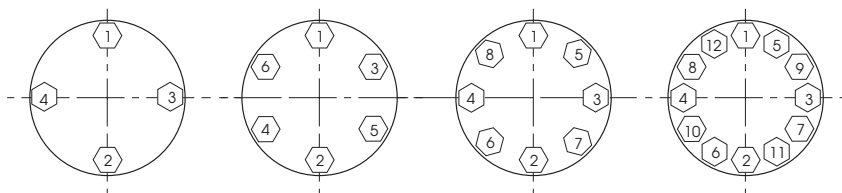

Abb. 11 - Anzugsmomente und Anzugsreihenfolge
Darauf achten, dass Käfig, Sitz und Ventilaufsatz korrekt im Gehäuse ausgerichtet sind. Der Käfig muss so eingebaut werden, dass die Teile am unteren Ende in der Nähe des Sitzrings liegen. Die Muttern (10) mit dem richtigen Anzugsmoment so festziehen, bis Kontakt von Metall zu Metall besteht. Die richtigen Anzugsmomente und Hinweise zur Reihenfolge des Festziehens sind in Abbildung 11 angegeben.
- G. Packung (6) einsetzen [und Sperring (7) bei Ventilen mit einem optionalen Schmierstoffgeber- oder Leckdetektor-Anschluss]. Abschnitt 7.6 enthält das korrekte Verfahren für die Montage der Packung für standardmäßige und Sonderausführungen.
- H. Dichtungspacker (5) und Packungsflansch (4) einbauen.
- I. Packungsflansch-Stehbolzen (3) einsetzen.